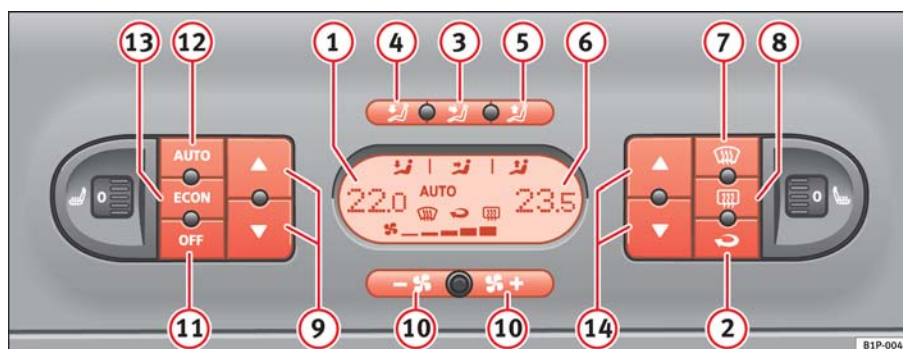

Fig. 110 Mandos del 2C-Climatronic en el tablero de instrumentos
- Para activar el modo manual pulse una de las teclas ⇒ página 151, fig. 110 ③ al ⑤, la tecla **ECON** o pulse las teclas de la turbina ⑩. El símbolo **AUTO** desaparecerá del display.
- Pulse la tecla  ⇒ **página 151, fig. 110 ②** para conectar o desconectar la recirculación de aire. Está conectada si en el display aparece el símbolo .